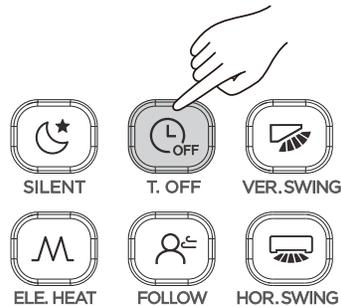

Figura 26
1. Pressione  (consulte a Figura 26) e o controle remoto exibirá "Timer Off" e "0.0h Later Off" aparecerá na área do temporizador. Configure os ajustes de Temporizador desligado agora;